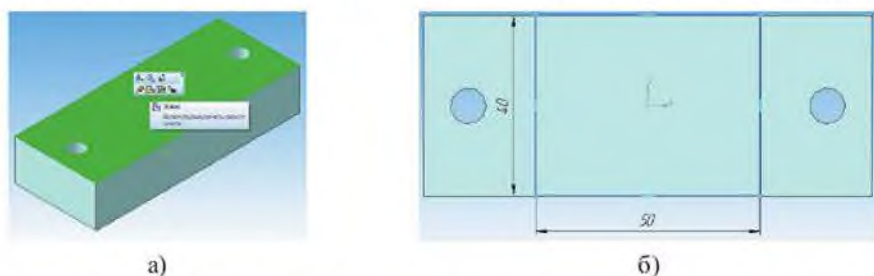

Рисунок 12.3 Выбор поверхности для построения эскиза (а) и сам эскиз (б)
4. Для наращивания верхнего элемента выделить верхнюю грань модели и построить эскиз (рисунок 12.3 а, б), после чего с помощью операции *Выдавливания* на расстояние 20 мм выполнить наращивание. Результат операции изображен на рисунке 12.4.